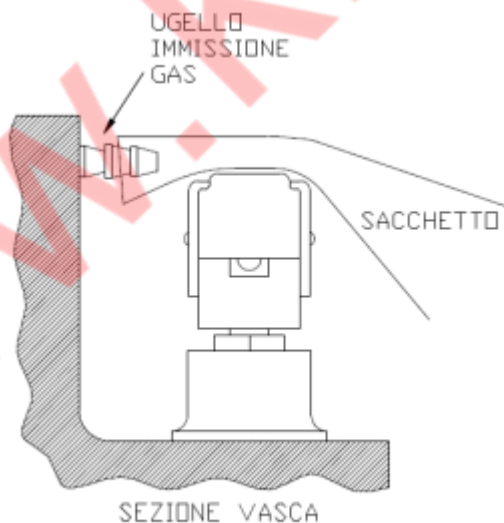

Рис. 7 Корректное расположение пакета с упаковкой в газовую среду
3. Расположить пакет с продукцией внутри камеры таким образом, чтобы сопла заправки газа находились внутри пакета (рис. 7), убедиться, что нет складок, которые могут спровоцировать утечку газа.